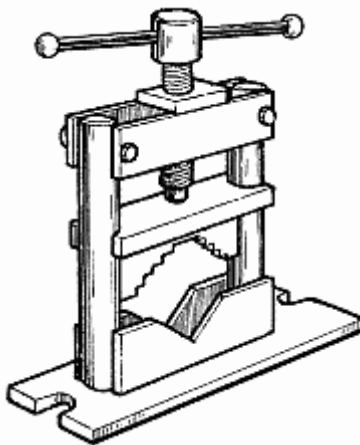

Рис. 28. Нарезка резьбы с помощью трубного прижима.
- с усилием прижимая плашку к трубе, делают вращательные движения рукояткой леркодержателя по часовой стрелке до появления ниток резьбы нужной длины (рис. 28).